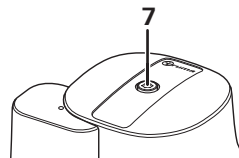
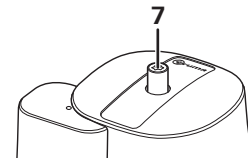

Bild 2a
Bild 2b
Crashsensorn har en återställningsknapp vars läge informerar om sensorns status: Läge "driftberedd" (bild 2a) eller läge "ej driftberedd" (bild 2b).
För återställning trycker du kraftigt på den gula återställningsknappen (7), vrider den lätt medurs och håller den intryckt i 5 sekunder. Förvissa dig om att den blir kvar i läget "driftberedd" (bild 2a).
- Tryck in crashsensorns (9) utlösningselement så långt att den gula återställningsknappen (7) hoppar upp och crashsensorn är i läge "ej driftberedd" (bild 2b).
- Skruva av skruvkåpan (10) på provningsanslutningen och anslut provningspumpen med testslang till provningsanslutningen.
- Tryck på den gula återställningsknappen (7), vrid den lätt medurs och håll den intryckt i 5 sekunder. Förvissa dig om att den blir kvar i läget "driftberedd" (bild 2a).
- Återmontera alltid skruvkåpan (10) efter att du tagit loss den.